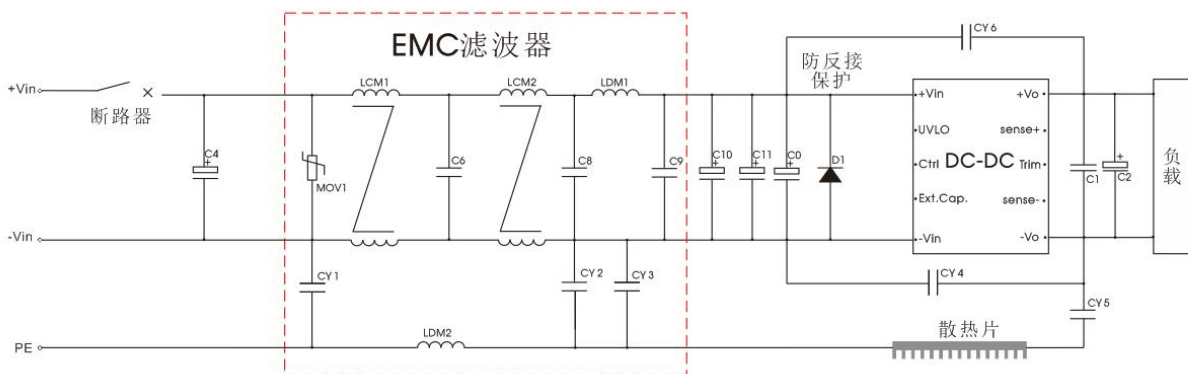

图 6
60Hz	300A/m (推荐电路见图 6)
2. EMC 滤波部分由模块电路组成，推荐电路和参数请参考图 6，也可以使用自搭电路；